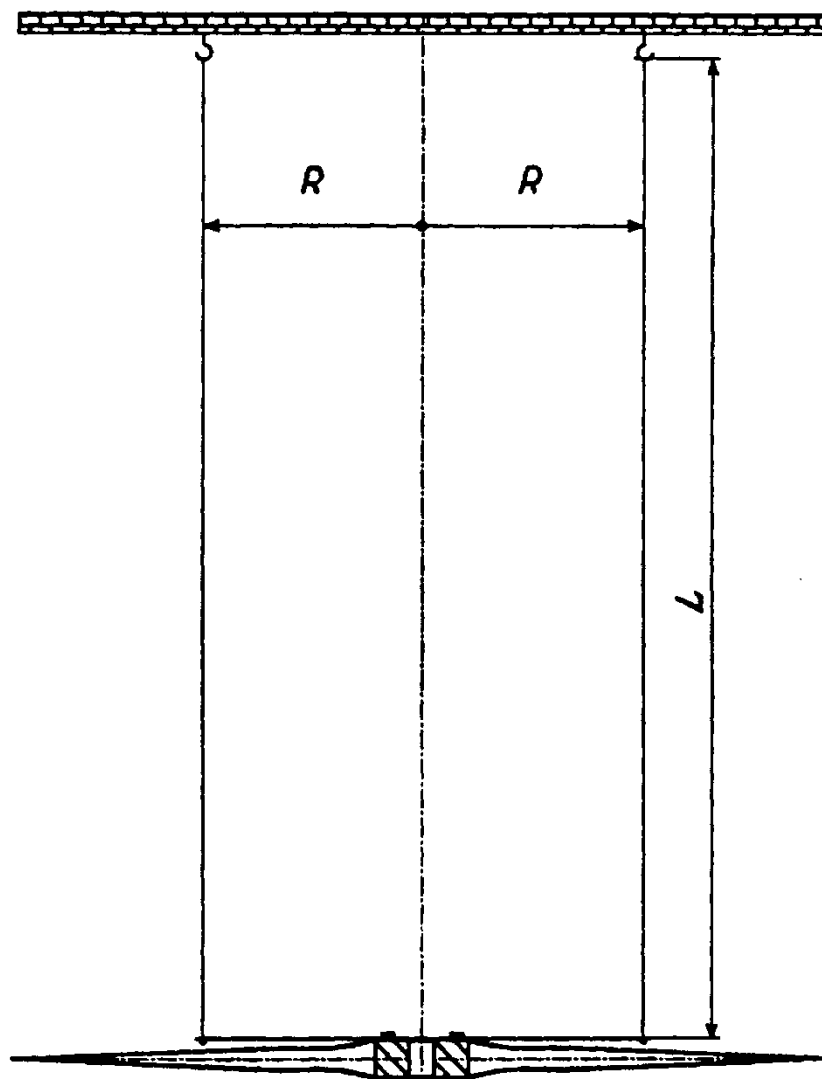

Рис. 70. Определение момента инерции ВВ
Для определения момента инерции необходимо подвесить ВВ, как показано на рис. 70. В качестве подвеса можно использовать тонкую нерастяжимую проволоку, длиной (L) не менее 1,5м. Подвесы должны быть параллельны друг другу и расстояние между ними ($2R$) должно быть в 6 раз меньше, чем длина самого подвеса. Отклонить ВВ от установившегося положения на угол $5...10^\circ$ в горизонтальной плоскости. Определить время (t), за которое ВВ совершит 30 циклов колебаний в горизонтальной плоскости.